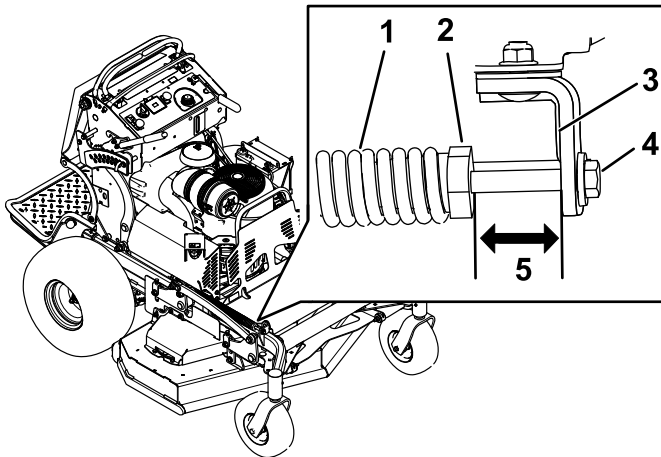

Figure 99
2. Vérifiez la distance entre l'écrou de ressort et l'arrière du support soudé (Figure 99).
3. La distance doit être comprise entre 47 et 50 mm, comme montré à la Figure 99.
4. Le cas échéant, réglez la distance en ajustant le boulon à l'avant du support de fixation (Figure 99).